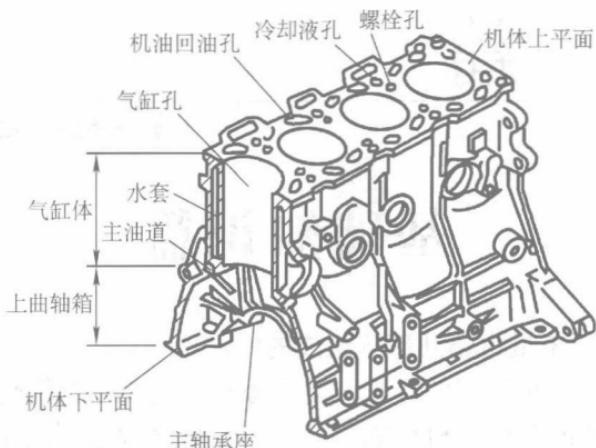

图 1-1 机体组
1) 机体组：主要包括气缸体、曲轴箱、气缸盖、气缸套、气缸衬垫和油底壳等，如图 1-1 所示。